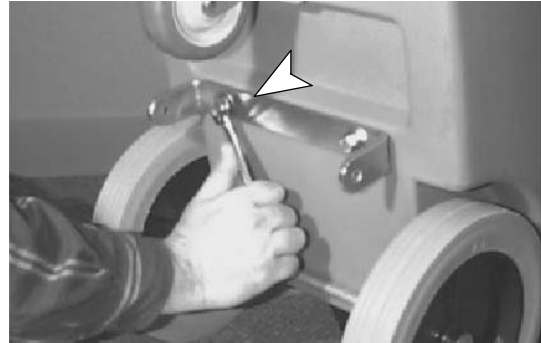

FIG. 2
4. Retirez les (2) boulons et les rondelles situés sur le fond de la machine.
5. Installez le support de fixation du racloir avec des boulons et des rondelles (Figure 2).